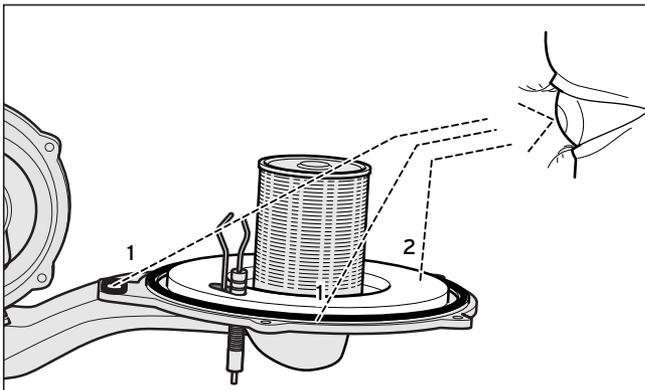

Abb. 7.2 Dichtungen (1) erneuern und Brennerflansch-Isolierung (2) prüfen
Die beiden Silikondichtungen (1) am Thermo-Kompaktmodul (Abb. 7.2) (ET-Nr. 98-1046) müssen nach jedem Ausbau des Moduls (z. B. im Rahmen der Wartung) getauscht werden. Die Brennerflansch-Isolierung (2) am Thermo-Kompaktmodul (Abb. 7.2) (ET-Nr. 21-0734) darf keine Beschädigung aufweisen; andernfalls ist sie ebenfalls auszutauschen.
- Erneuern Sie die Silikondichtungen (1, Abb. 7.2)